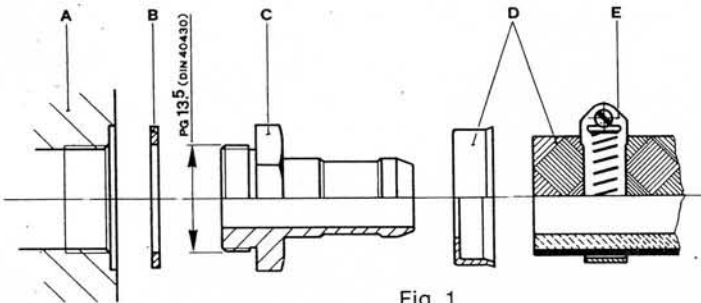

Fig. 1
7.1 - Elektroanschluß (Abb. 1)
Die Abb. 1 zeigt das Beispiel für den richtigen elektrischen Anschluß.
7.1 - Electric connection (Fig. 1)
Figure 1 shows the example for correct electric connection.